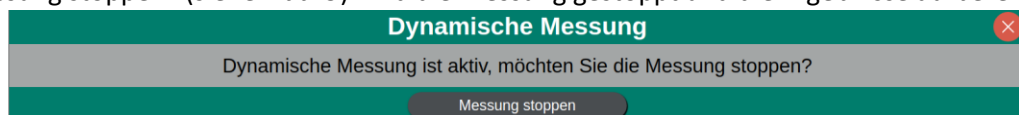

Abbildung 9: Hinweis zum Stopp der dynamischen Messung
3. Solange die Messung nicht gestoppt wird, werden Werte aufgezeichnet. Durch Betätigung von „Messung stoppen“ (siehe Abb. 9) wird die Messung gestoppt und die Ergebnisse aufbereitet.